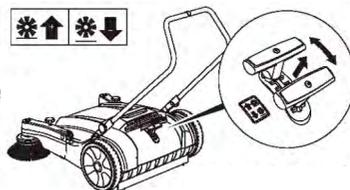

Рис. 7
4. Вы можете установить рабочую высоту щёток в зависимости от выполняемой работы. Предусмотрено 6 положений. С помощью рукоятки настройки высоты установите необходимое положение (рис. 7).